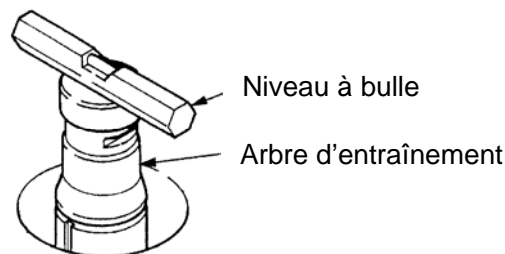

Fig.6-4 Positionnement du niveau à bulle
- (3) Placer le niveau à bulle sur le haut de l'arbre d'entraînement dans la chambre du rotor (voir Fig. 6-4). Tourner les quatre vis de réglage jusqu'à ce que la bulle du niveau indique que l'instrument est aligné horizontalement.
- (4) Une fois l'instrument aligné horizontalement, vérifier que les quatre vis de réglage sont solidement fixées au sol.